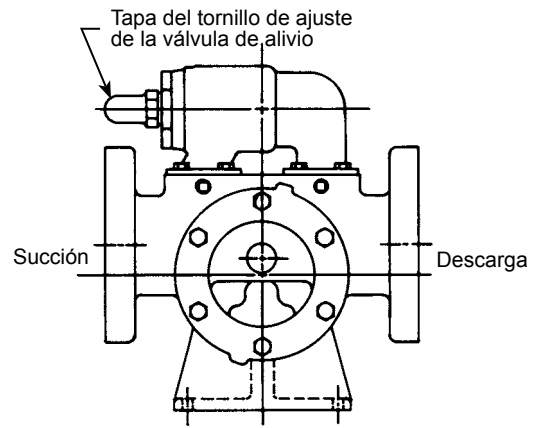

FIGURA 5
4. La tapa del tornillo de ajuste de la válvula de alivio siempre debe apuntar hacia el lado de succión de la bomba. Si se invierte la rotación de la bomba, retire la válvula de alivio y gírela 180°. Consulte la **Figura 5**.